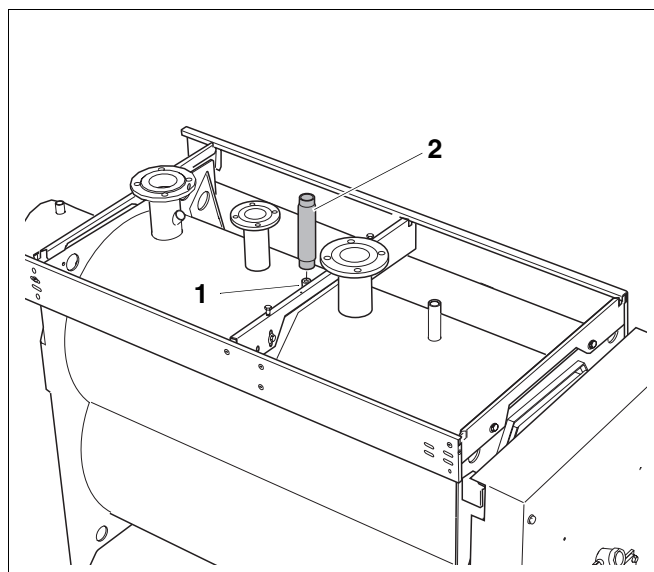

Рис. 19 Установка предохранительного устройства контроля количества воды
- Установить на отопительном котле трубу для предохранительного устройства контроля количества воды (рис. 19, поз. 2) в место подключения 2" (рис. 19, поз. 1).
- Установить предохранительное устройство контроля количества воды (дополнительная комплектация) в предназначенную для него трубу (рис. 19, поз. 2).